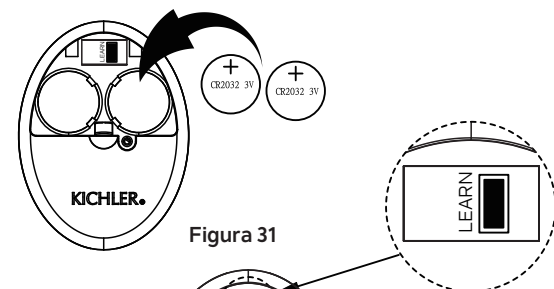

Figura 31
Paso 2. Instale dos baterías CR2032 de 3 V (se incluyen) con el lado + orientado hacia arriba. (Figura 31)